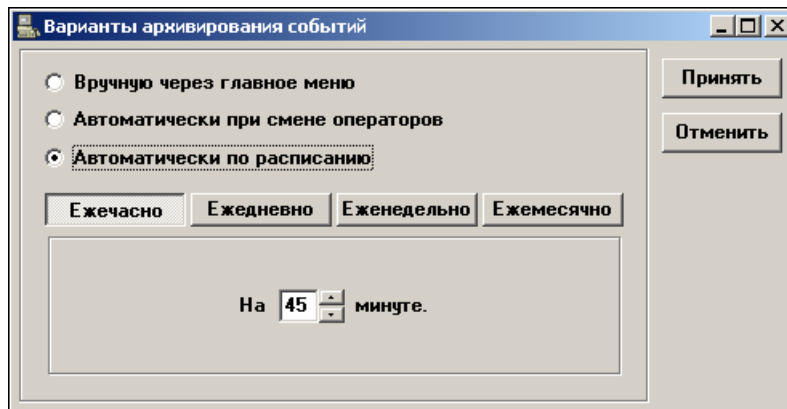

Рисунок 22.
- ежечасно на определённой минуте (рисунок 22),